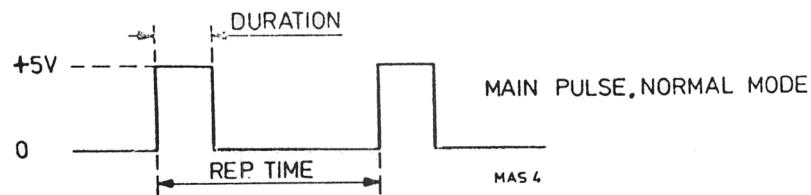

Abb. VI-1. Hauptimpulse, Normalbetrieb
- Nach Anschluß eines Oszilloskops an den Ausgang PULSE OUT über einen Widerstand von 50Ω läßt sich ein Impuls nach Abb. VI-1 beobachten.